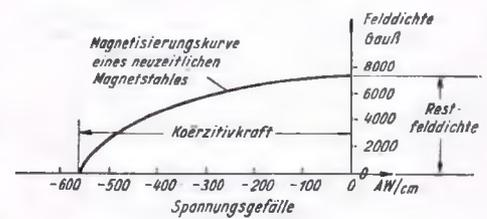
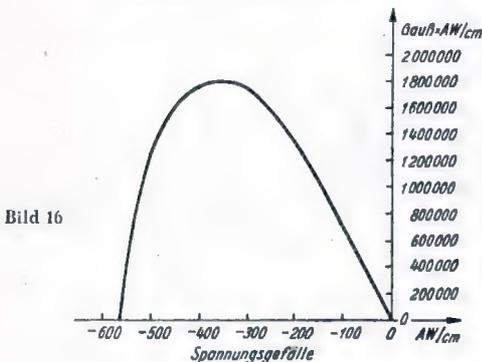

Bild 4
Bild 16
Bild 16 zeigt die dem Bild 4 entsprechende Produktkennlinie. Aus dieser erkennen wir, daß das Produkt in dem Spannungsgefällebereich zwischen 300 und 400 AW/cm am größten wird, und entnehmen, daß es sich empfiehlt, das Spannungsgefälle mit etwa 350 AW/cm zu wählen, wozu eine Feldstärke (siehe Bild 4) von rund 5200 Gauß gehört. Mit diesen Werten können — für gegebene Werte des Feldes und der Ampereerwindungen — der Querschnitt und die Länge des Magneten leicht ermittelt werden.
1. Beispiel: Wir berechnen erst einen Magneten aus neuzeitlichem Magnetstahl: Gegeben sind: Wert des Feldes = 30.000 Feldlinien, magnetische Spannung = 1600 Ampereerwindungen, Kennlinie nach Bild 4 und daraus Kennlinie nach Bild 16.
Die Kennlinie nach Bild 16 sagt uns, daß wir mit 350 AW/cm am besten fahren. Zu 1600 AW gehört bei 350 AW/cm eine Länge von 1600 : 350 = 4,6 cm. 30.000 Feldlinien bedeuten bei 5200 Gauß oder 5200 Feldlinien je cm² einen Feldquerschnitt von 30.000 : 5200 = rund 5,8 cm².